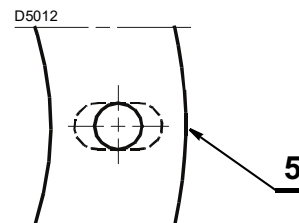

Fig. 10
- Ensanche, si fuese necesario, los orificios de la junta aislante (Fig. 10), procurando no dañarla.